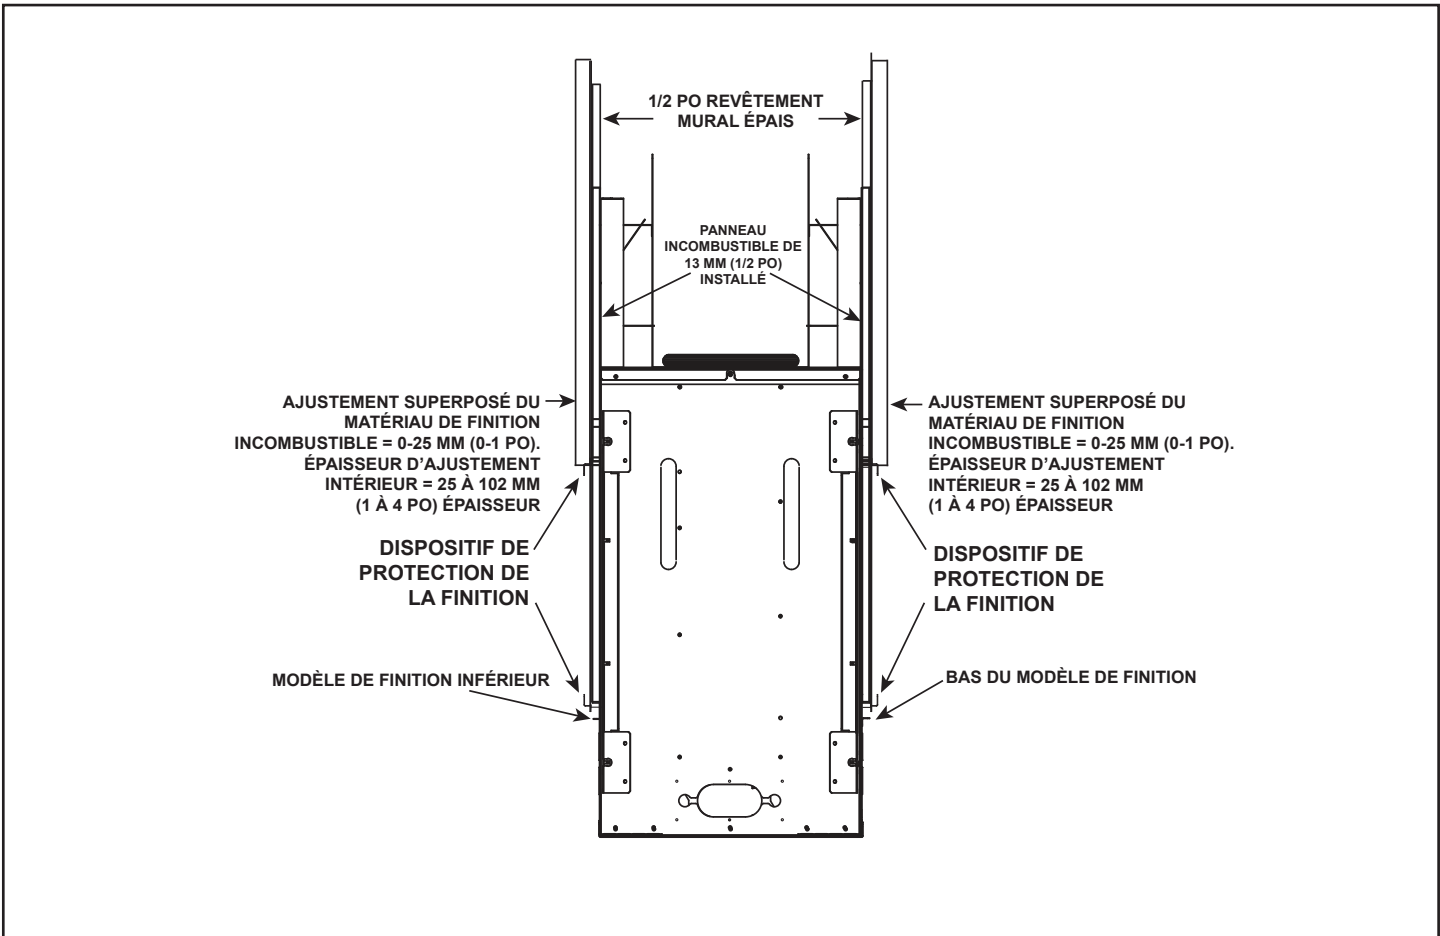

Figure 10.3 Matériaux de finition - modèles à deux côtés
1. Retirer le bas du modèle de finition du panneau d'accès inférieur. Vérifiez que les protections de finition installées en usine sont bien en place pour assurer que les matériaux de finition n'atteignent pas l'ouverture du foyer. Voir la figure 10.3.